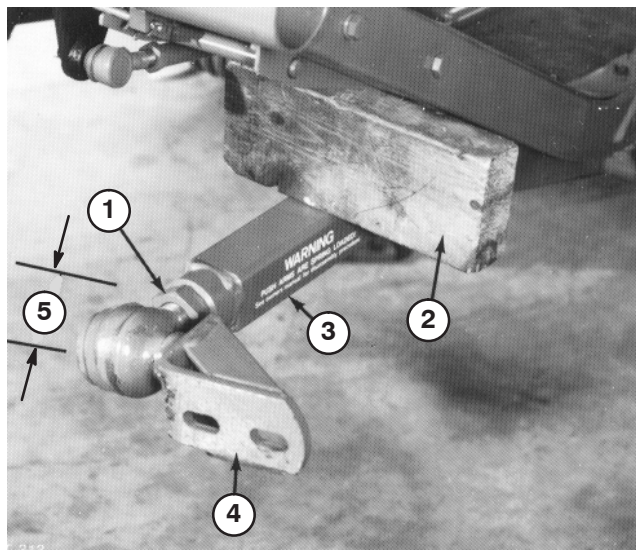

Bild 20
3. Ein Helfer sollte den linken Schubarm nach unten drücken. Setzen Sie dann einen 51 x 102 mm Holzblock zwischen den Rahmen und der Oberkante des Schubarms (Bild 20). Drehen Sie das Kugelgelenk in den linken Schubarm, bis die Mitte des Kugelgelenkes 60 mm von der Vorderseite des Schubarms entfernt ist (Bild 20). Ziehen Sie die Klemmmutter nicht an.